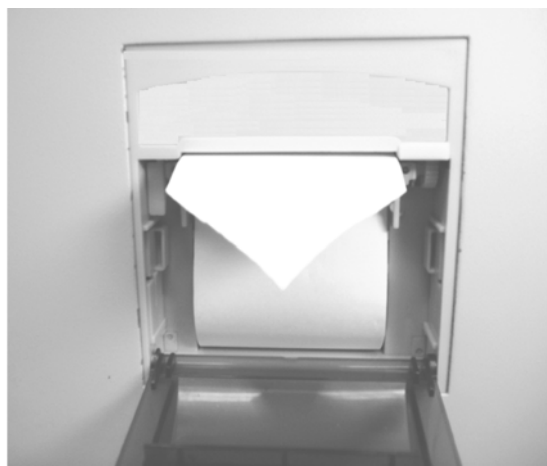

Abbildung 4-9 Umklappen des Spannbügels für das Rekorderpapier
12. Klappen Sie den Spannbügel für das Rekorderpapier nach unten, um das Papier in seiner Position zu halten, wie in Abbildung Abbildung 4-9 dargestellt;